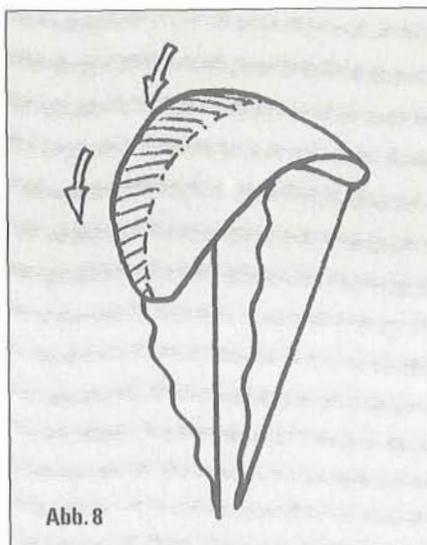

Abb. 8
- Das frontale Einklappen (vgl. Abb. 8). Dabei klappt der Schirm über die gesamte Breite ein, kippt danach eventuell leicht nach hinten weg, um sich dann relativ schnell wieder in aller Regel von alleine zu öffnen. Unterstützt werden sollte die Kappe aber in jedem Fall durch beidseitiges Anbremsen.